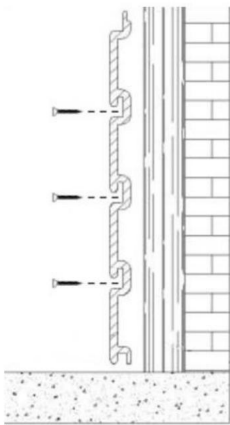
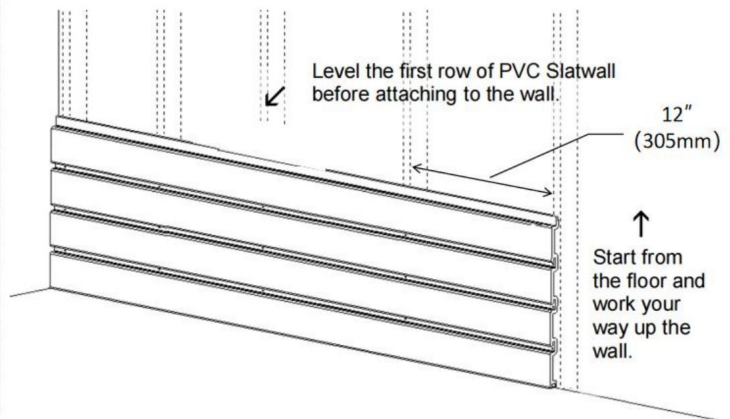

Abbildung 2
Abbildung 3
2. Es wird empfohlen, die Holzleisten in Abständen von 12 Zoll (305 mm) an der Wand anzubringen. Setzen Sie dann Schrauben in die Schlitz der Wandpaneele ein, wie in Abbildung 2 und Abbildung 3 gezeigt. Achten Sie darauf, die Lamellenwand auszurichten, bevor Sie sie in die Holzpfosten schrauben. Schrauben Sie die Lamellenwandplatte fest. Das empfohlene Drehmoment einer elektrischen Bohrmaschine beträgt 18–38 NM.